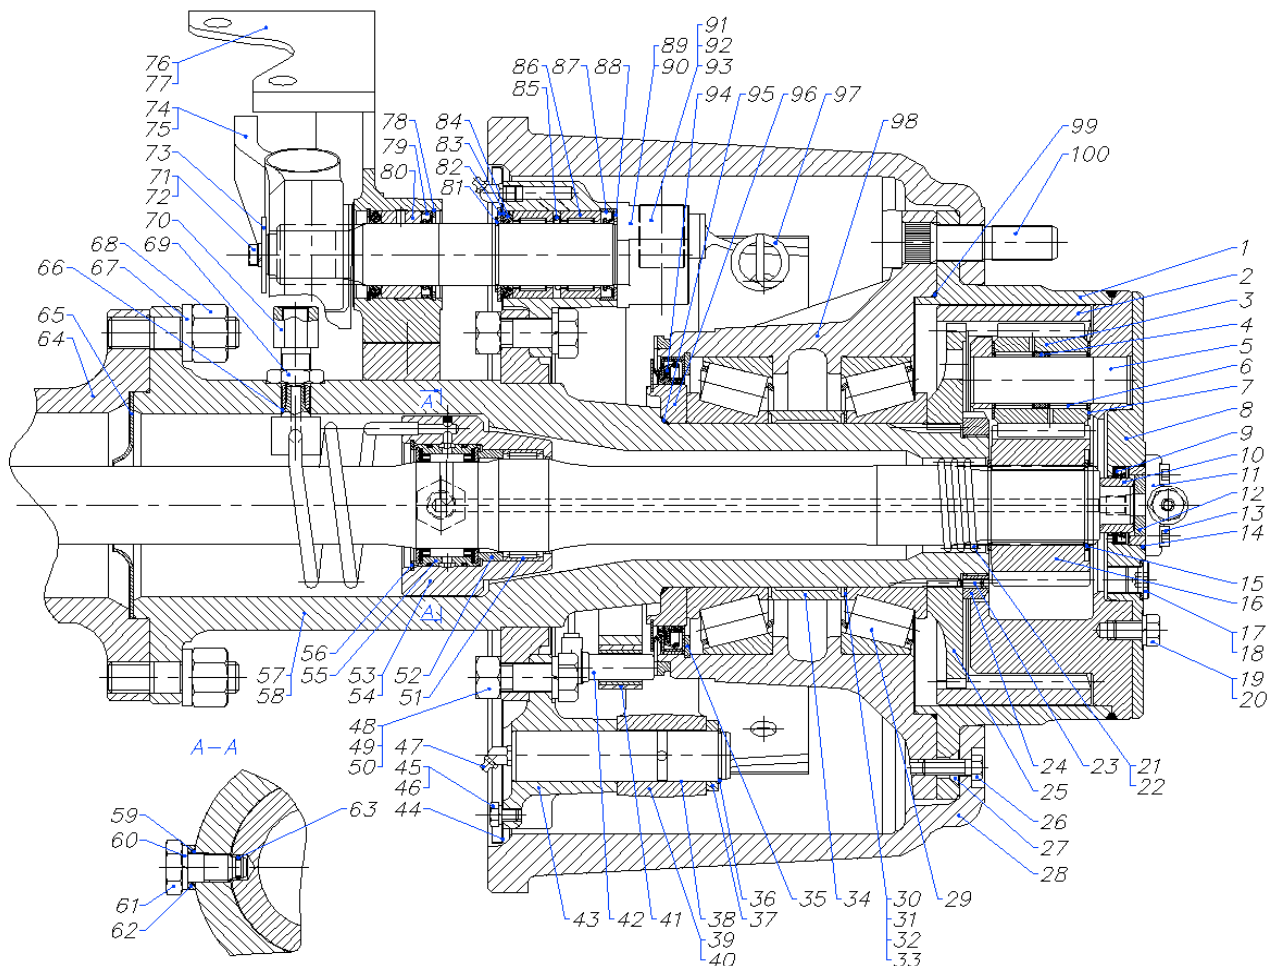
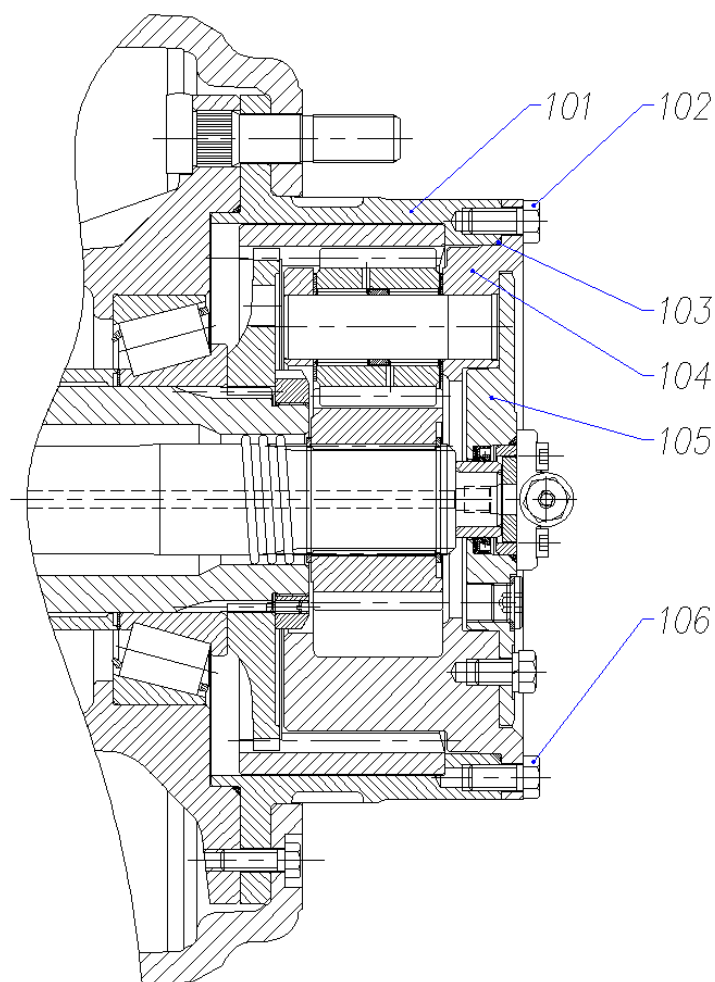

Рис. 1. Тормозной механизм и колесный редуктор – вариант со сваренным корпусом колесного редуктора
Рис. 2. Вариант со складным корпусом колесного редуктора
Колесный редуктор (рис. 1) заднего моста планетарного типа и устанавливается в картер колесного редуктора. Ступица колеса (98) – отливка из высокопрочного чугуна, к которой с помощью винта М12×25 (27) закреплен картер колесного редуктора с держателем сателлитных колес (1).
До июня 2008 года картер колесного редуктора производился из двух частей (рис. 2) – корпус (101) и держатель сателлитных колес (104), монтируемые друг к другу с помощью болтов M12×1,5×25. Обеспечение герметичности редуктора осуществляется посредством «О»-кольца 220×3 (103), поставляемое между двумя деталями. В этом случае колпачок держателя сателлитных колес (105) меньше, чем колпачок, применяемый на конструкции с рис. 1.
Прежде, чем приступить к разборке колесно-ступи́чной группы, вылейте масло из нее. Для этого поверните барабан (28) так, что пробка слива масла установилась в самом нижнем положении, удалите резиновую заглушку и отвинтите пробку (17). Подвергните под отверстие суд, чтобы собрать масло. После вытекки масла, приступите к разборке колесно-ступи́чной группы. В ней есть 2 литра масла. У колесно-ступи́чной группы со складным корпусом (рис. 2) роль сливной пробки играет отмеченный болт.
Вариант со складным корпусом колесного редуктора (рис. 2)
Вариант со сваренным корпусом колесного редуктора (рис. 1)